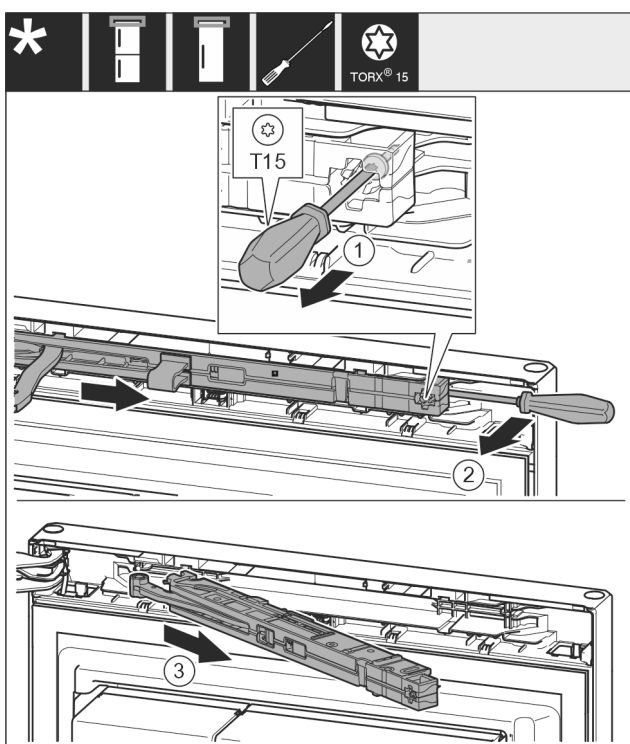

Fig. 11
- ▶ Schraube Fig. 11 (1) an Schließdämpfereinheit mit Schraubendreher 14 mm lösen.
- ▶ Schließdämpfereinheit Fig. 11 (2) griffseitig mit Schraubendreher nach vorne aushebeln.
- ▶ Schließdämpfereinheit Fig. 11 (3) herausziehen.